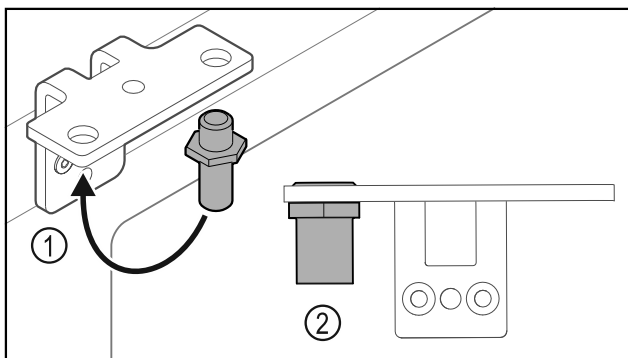

Fig. 33
- Spostare il perno Fig. 33 (1) nella cerniera angolare.
- Serrare il perno Fig. 33 (2) con una **coppia di 12 Nm**.